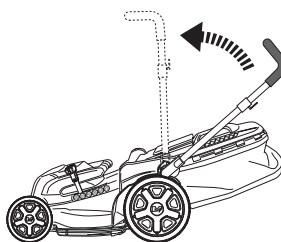

Fig. 13
- > Gire la barra del mango a la posición de estacionamiento (Fig.13)